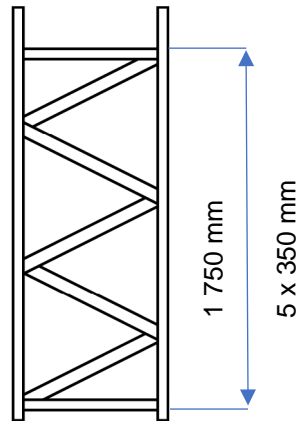

Abb. 6
6. 2. Ende der 1. Diagonalstrebe im vorgeschriebenen Abstand befestigen. (Abb. 6)